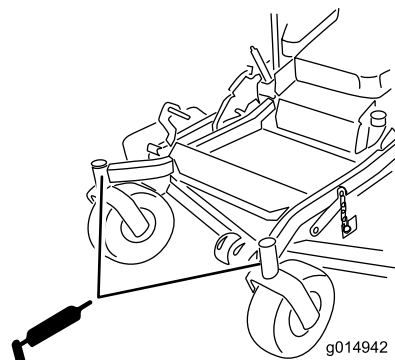

Figura 41
9. Retire el adaptador de engrase del punto de engrase. Instale el tapón hexagonal y la tapa (Figura 41).